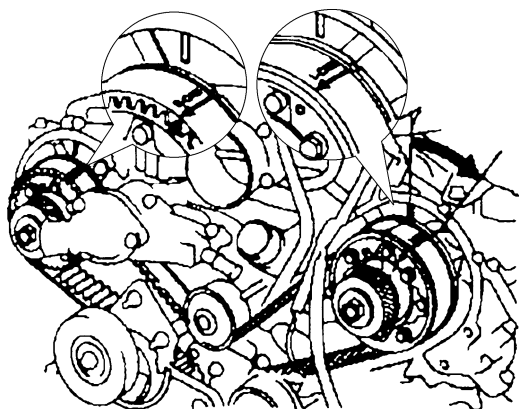
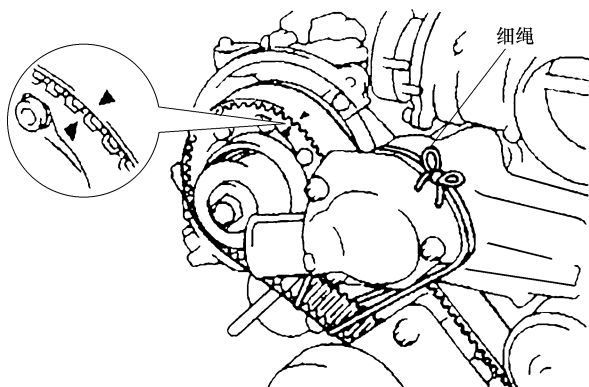

图 24-29 在正时带上设定新的安装标记
图 24-30 在正时带和右凸轮轴正时带轮上作标记
④ 拆卸曲轴带轮螺栓。
7) 拆下正时带张紧器。注意: 在重复使用正时带时, 如果安装标记未出现, 则在拆下正时带前, 要在正时带上设定2个新的安装标记, 与凸轮轴正时标记相匹配(图24-29)。当更换正时带张紧器时, 要避免正时带轮和正时带啮合, 用绳子系住它们其中之一, 并在正时带和右凸轮轴正时带轮上作标记(图24-30)。